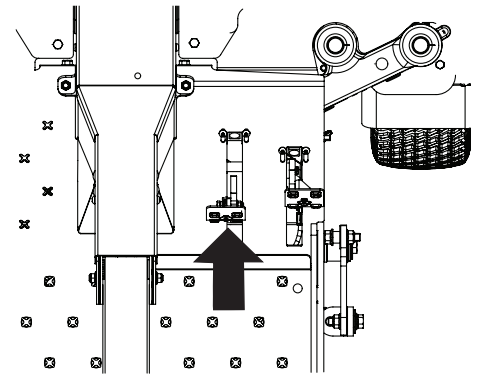

Figure 3-4
1. Appuyez doucement sur la pédale de marche avant. L'appareil commencera à avancer. Voir Figure 3-4.